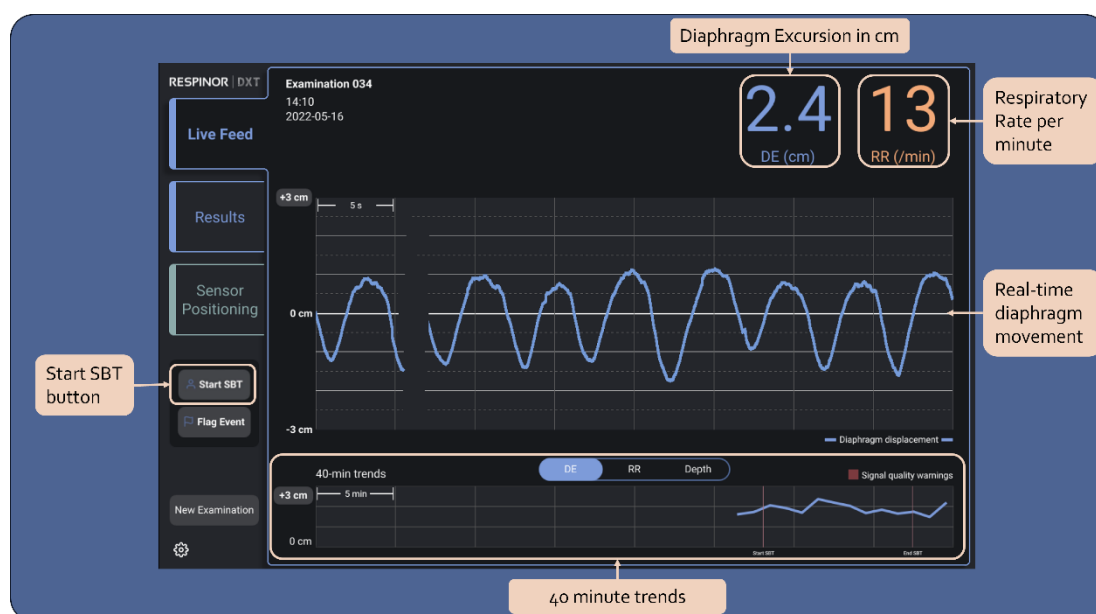

Figura 9. Panoramica del Live Feed.
- Figura 9 mostra il Live Feed, evidenziando le caratteristiche rilevanti per un esame.
- I valori vengono calcolati come evidenziato nella Figura 9 e aggiornati per ogni ciclo respiratorio.